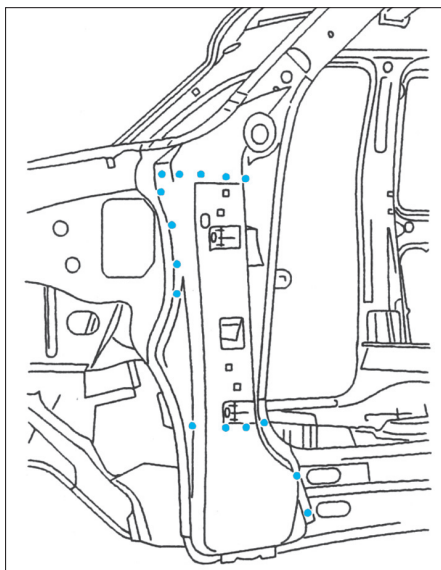

FIG. 55
- Souder par points bouchons au MAG ou MIG (Fig.55).